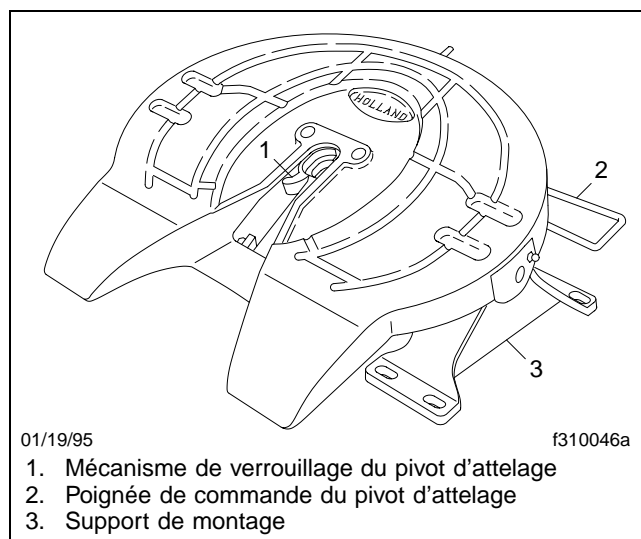

Fig. 10.1, Sellette d'attelage Holland
Les modèles de sellettes d'attelage coulissantes 2535 et 2536 comprennent une sellette d'attelage de modèle FW8, 3500 ou 3600 (**Fig. 10.1**) équipées d'un mécanisme coulissant à déverrouillage pneumatique, à double déverrouillage manuel ou à simple déverrouillage manuel. Les sellettes d'attelage coulissantes sont placées sur une plaque d'assise permettant les déplacements vers l'avant et vers l'arrière le long de rails à encoches. Des plongeurs sont intercalés entre les dents de la plaque d'assise pour verrouiller le mécanisme coulissant. Le déverrouillage du chariot coulissant se fait lorsque les plongeurs sont retirés manuellement (ou par un mécanisme pneumatique), libérant la sellette d'attelage afin qu'elle puisse être placée pour une répartition optimale des poids sur les essieux du tracteur.
6. Libérez le mécanisme de verrouillage du pivot d'attelage en tirant sur la poignée de la commande de verrouillage du pivot d'attelage (Fig. 10.1) vers l'extérieur.